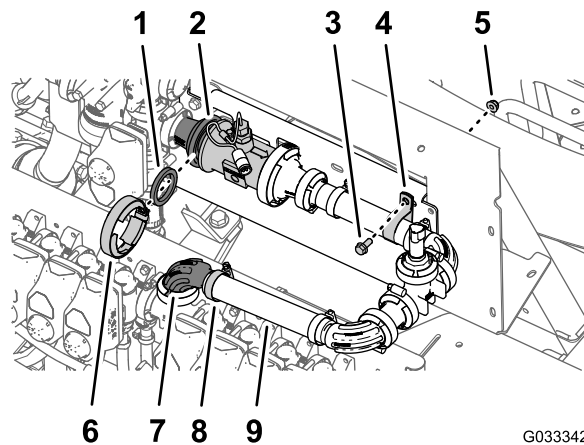

図 126
1. フローメータと縮径アダプタマスターコントロールバルブの右側に取り付けられているの間にガasket 2-1/4"を合わせる図 126。
2. ガasket、フローメータ、縮径アダプタ図 126を、フランジクランプ 76mmで仮組みする。
3. ホースクランプを使って、ホース 1 x 22cmの端部を、を 90°フランジフィッティングに仮組み付ける図 126。
4. 水圧トランスデューサとマニホルドを固定するRクランプ、フランジヘッドボルト 5/16 x 3/4"とフランジロックナット 5/16"を使用して図 126のように取り付ける。